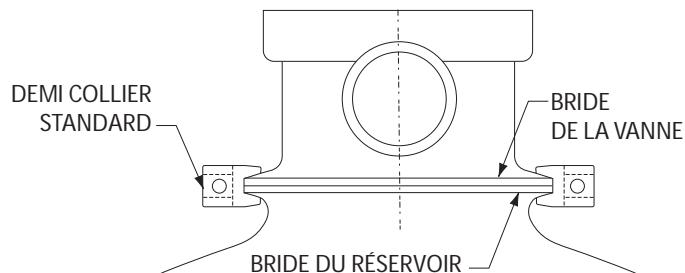
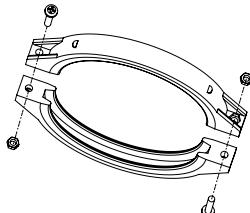

Figure 1.
Figure 2.
8. Assurez-vous que la vanne est fermement enfoncee dans le couvercle et que la bride du réservoir et la bride de la vanne se touchent. Reportez-vous à la figure 1.
9. Le collier en plastique peut maintenant être posé. Placez le demi-collier sur la bride de vanne et sur la bride du réservoir comme indiqué à la figure 1. Insérez les vis et écrous dans le demi-collier en vous assurant que les écrous soient situés dans l'emplacement de retenue hexagonal sur les colliers. Reportez-vous à la figure 2.